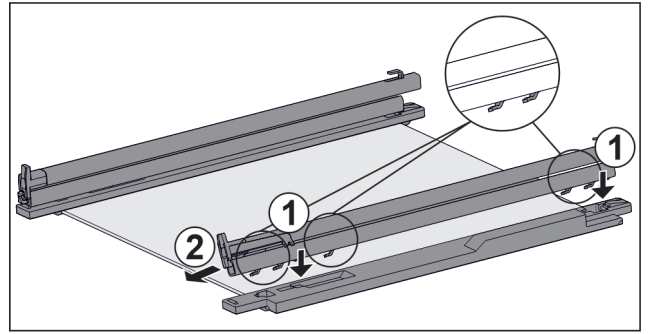

Fig. 160 Скляна пластина з рейками та деталями для підтримки
- ▶ Одягти гаки рейки на отвори **лівої** деталі для підтримки. Fig. 160 (1)
- ▶ Потягніть рейку вперед. Fig. 160 (2)
- ▶ Одягти гаки рейки на отвори **правої** деталі для підтримки. Fig. 160 (1)